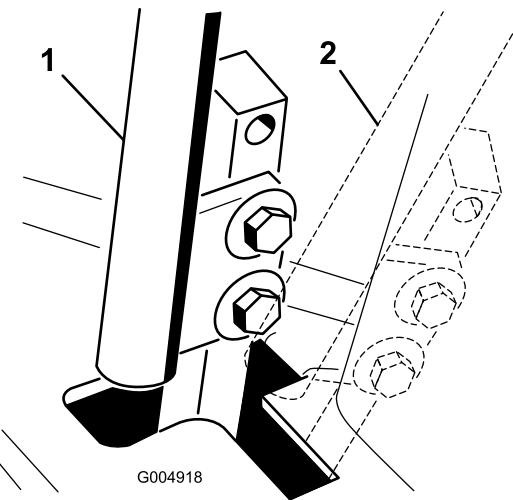

Figure 83
4. Placez le levier de commande au point mort, **sans le verrouiller** (Figure 83).
6. Vérifiez la position du levier par rapport au cran de la console (Figure 83).